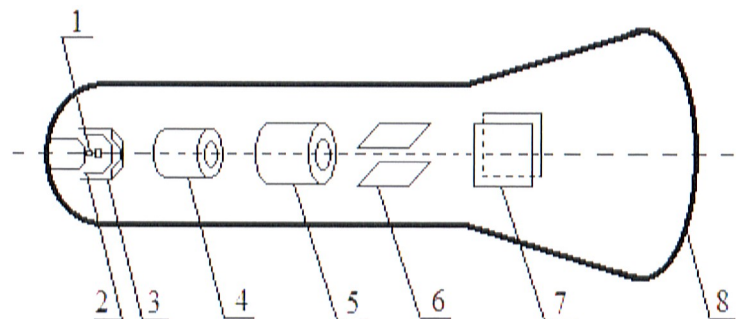

Рис. 6. Схема электронно-лучевой трубки
5. С помощью ручки регулировки масштаба времени (ручка 2 на рис. 6 в прил. 2) получить на экране осциллографа зависимость для 6–8 полных колебаний. Заполнить таблицу измерительных приборов. Амплитудные значения напряжения отсчитывают по вертикальной оси на экране осциллографа. Горизонтальная ось – это ось времени.
Обычно трубка имеет цилиндрическую форму, а ее расширяющаяся часть может быть как цилиндрической, так и прямоугольной формы. Расширяющаяся часть трубки заканчивается поверхностью, которая образует экран 8 (рис. 6). Внутренняя часть экрана покрыта люминофором, который способен светиться при бомбардировке его электронным пучком. Внутри трубки расположены два независимых устройства: электронный прожектор и система отклоняющих пластин. Электронный прожектор формирует узкий пучок электронов. В состав электронного прожектора входят катод, управляющий электрод и два анода. Катод 2 является источником электронов. Он подогревается спиралью 1, на которую подается напряжение накала. В результате термоэлектронной эмиссии электроны покидают поверхность катода. Первым на пути электронов располагается управляющий электрод 3, который фокусирует электронный луч и регулирует его яркость на экране. Затем поток электронов проходит два анода 4 и 5, имеющих цилиндрическую форму. Перемещаясь внутри анодов, электронный пучок сужается, дополнительно фокусируется и ускоряется в направлении экрана. Все электроды прожектора выполнены в виде полых цилиндров,